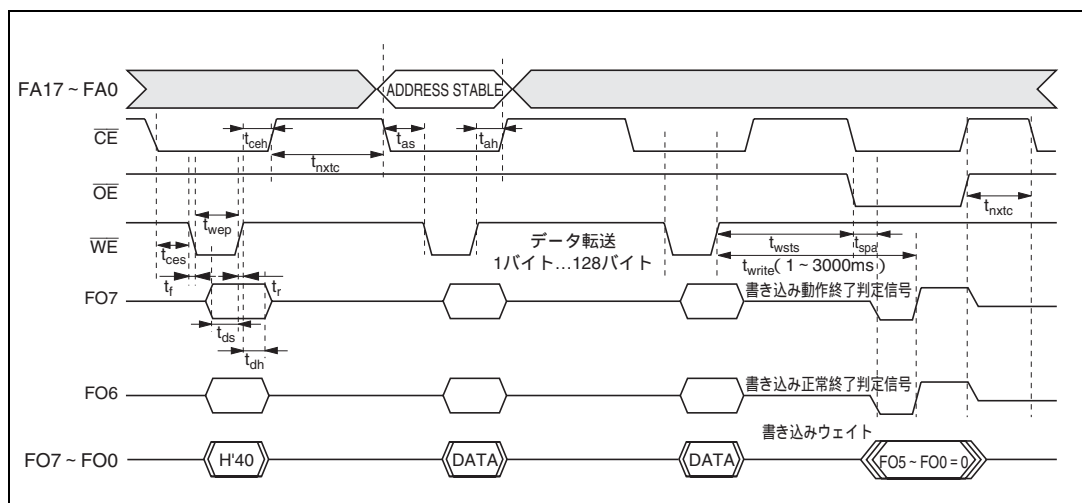

図 22.20 自動書き込みモードのタイミング波形
- (d) メモリアドレスの転送は、第2サイクルで行います(図22.20)。第3サイクル以降では転送しないでください。